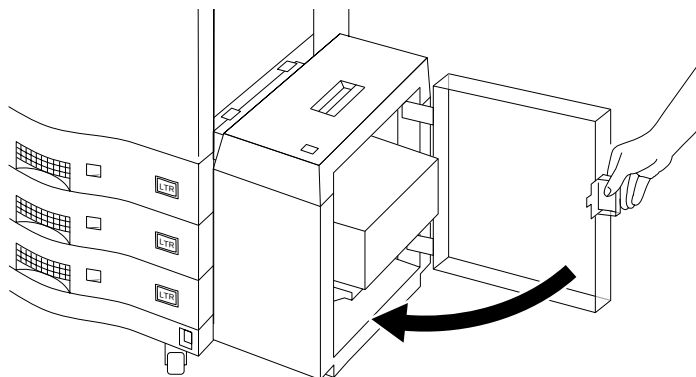

Figura 4-71 Chiusura della porta dell'HCI
4. Spingere l'HCI contro la stampante per bloccarlo al proprio posto. Aggiungere carta all'HCI e chiudere la porta dell'HCI, come mostrato nella Figura 4-71.